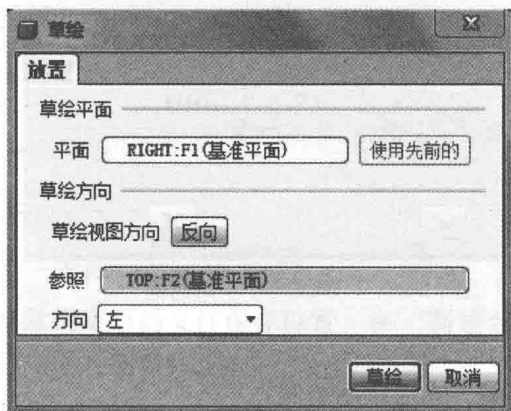

图 1-24 “草绘”对话框
① 单击  按钮，在弹出的下滑面板中单击  按钮，系统弹出“草绘”对话框，如图 1-24 所示。